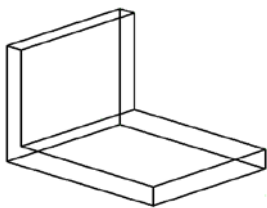
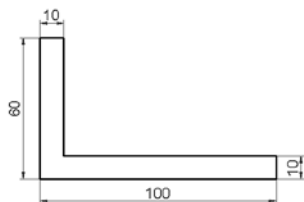

图 17.11.2 三维拉伸实体对象
图 17.11.3 封闭的二维图形
Step2. 创建图 17.11.2 所示的三维拉伸实体对象。
(1) 切换图层。在“图层”工具栏中选择“轮廓线层”图层。
(2) 绘制一般的二维图形。选择下拉菜单 **绘图(D)** → **直线(L)** 命令，绘制图 17.11.3 所示的封闭的二维图形。
(3) 将封闭的二维图形转换为面域。选择下拉菜单 **绘图(D)** → **面域(M)** 命令，框选上一步绘制的整个封闭的二维图形，按 Enter 键结束选择。
(4) 将二维面域拉伸成三维实体。选择下拉菜单 **绘图(D)** → **建模(M)** → **拉伸(E)** 命令；选取步骤(3)中创建的面域作为拉伸截面，按 Enter 键结束选择；在命令行中输入拉伸高度值 80 后按 Enter 键。
Step3. 启动三维动态观察器查看并旋转三维实体。选择下拉菜单 **视图(V)** → **动态观察(O)** → **自由动态观察(F)** 命令，系统进入三维查看模式；在观察器中，按住鼠标左键不放，左右、上下拖动光标，可以查看到三维实体的三维图形；将三维实体调整到图 17.11.2 所示的方位；按 Enter 键退出三维动态观察器。